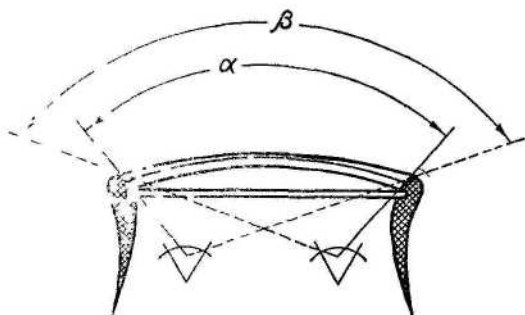

Рис. 3.
**Поле обзора.** Следует различать вертикальное и горизонтальное поле обзора. На рис. 3 показано горизонтальное поле обзора. Значком  $\alpha$  на этом рисунке обозначен